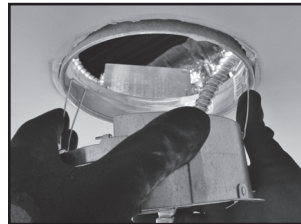

Figure 25
- Tenez les ressorts de l'assemblage d'anneaux retrofit parallèle à l'ouverture d'anneau et insérez les dans l'ouverture du plafond ou du boîtier (Figure 25).